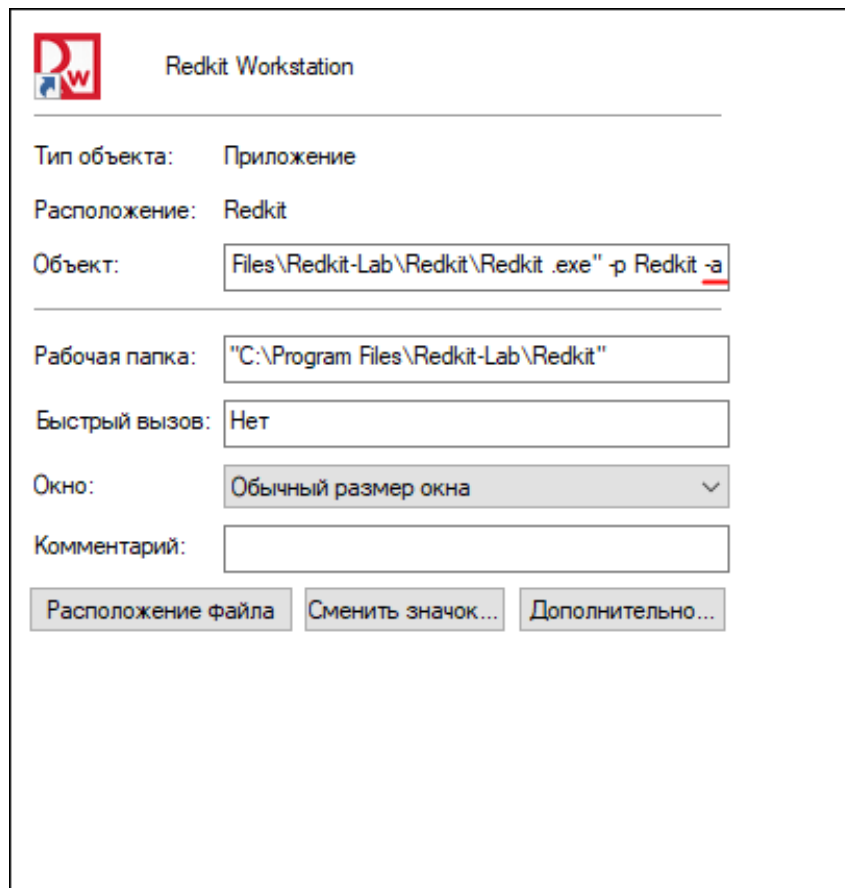

Рисунок 392 - Настройка ярлыка
2. У свойств ярлыка Redkit Workstation дополнительно пропишите «-а» (Рисунок 392).